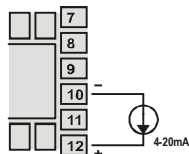

Figura 5 - conexão de corrente 4-20mA
- 4-20mA: As ligações para sinais de corrente 4-20mA devem ser feitas conforme Figura 5.